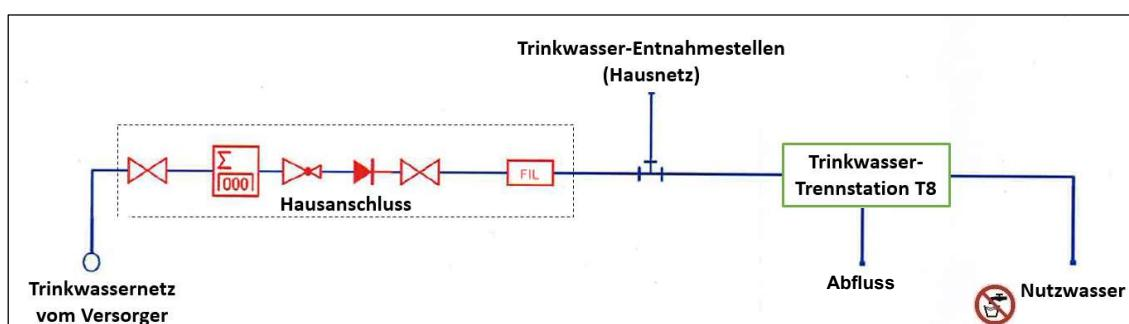

Abbildung 6 Einbausituation Sinnbildliche Darstellung
- Die Trinkwasser-Trennstation T8 muss nach dem Hausanschluss angeschlossen werden. Falls eine Trinkwasser-Entnahmestelle (Hausnetz) vorhanden ist, wird die T8 nach dem Trinkwasser-Abgang (Trinkwasser-Entnahmestelle) angeschlossen (siehe Abb. 6). Der Hausanschluss besteht mind. aus einer Absperrarmatur, einem Wasserzähler, einem Druckbegrenzer, einem Rückflussverhinderer, einer weiteren Absperreinrichtung mit Entleerung sowie einem Feinfilter, die der Trinkwasser-Trennstation vorzuschalten sind.